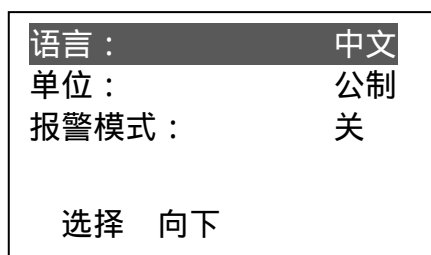

图 20
- c. 用 **←** 或 **→** 键选中**系统设置**，按 **←** 键进入（如图 20）
如果要关闭报警功能，则在图 20 的界面中选择报警模式项，按 **←** 键关闭该功能即可。当打开报警功能时，退出设置后显示屏上有 **▲** 指示。
c. 用 **←** 或 **→** 键选中系统设置，按 **←** 键进入（如图 20）。
如果要关闭差值功能，则在图 20 的界面中选择差值模式项，按 **←** 键关闭该功能即可。
- c. 用 **←** 或 **→** 键选中系统设置，按 **←** 键进入（如图 20）。